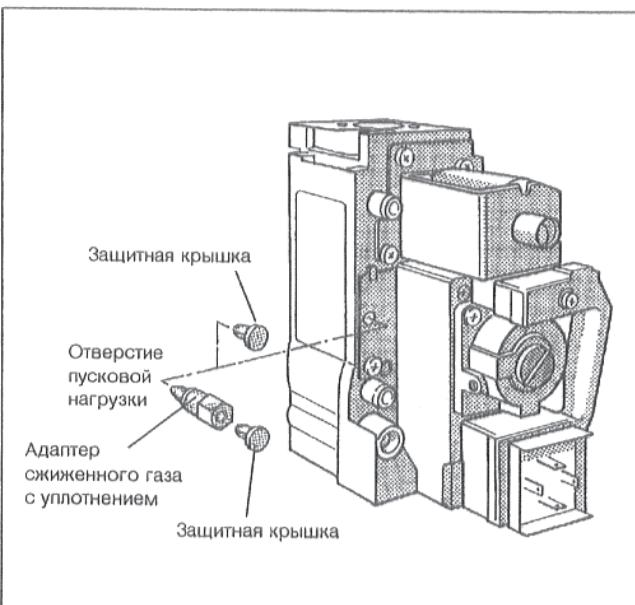

Рис. 36: Арматура газовой горелки
- При переоборудовании на сжиженный газ снять защитную крышку отверстия нагрузки розжига и ввинтить адаптер сжиженного газа (обозначение: 230) с уплотнительным кольцом. В случае, если адаптер сжиженного газа не оборудован собственной защитной крышкой, надеть на адаптер сжиженного газа защитную крышку отверстия нагрузки розжига (Рис. 36).
При переоборудовании на природный газ вывинтить адаптер и надеть защитную крышку на отверстие нагрузки розжига (Рис. 36).